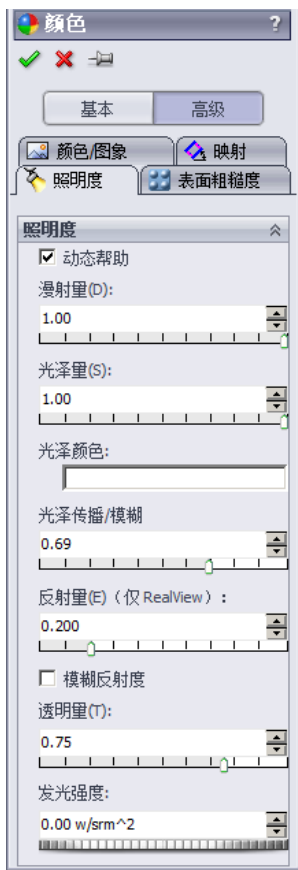

图 10.2.24 “高级”选项卡
Step4. 设置光学属性。单击  按钮，打开图 10.2.24 所示的“高级”选项卡；单击  选项卡，打开照明度区域，在 **透明度(T):** 下的文本框中输入数值 0.75。